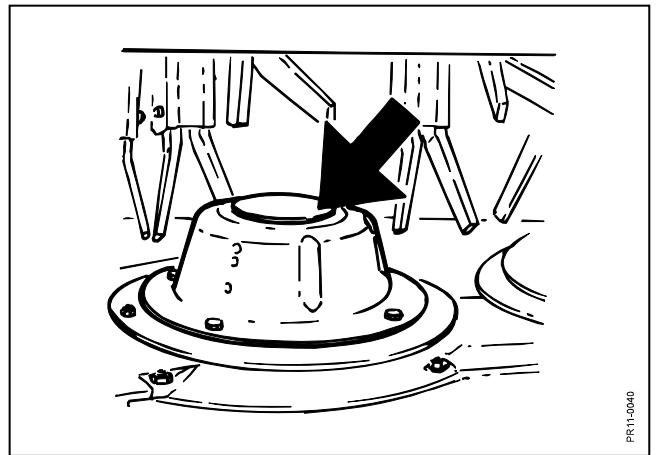

Fig. 5-7
- Fig. 5-7** Lave flowhatte bør rettes eller erstattes af nye hvis, de deformeres. De bør kontrolleres for støv og jord 2 - 3 gange pr. sæson.